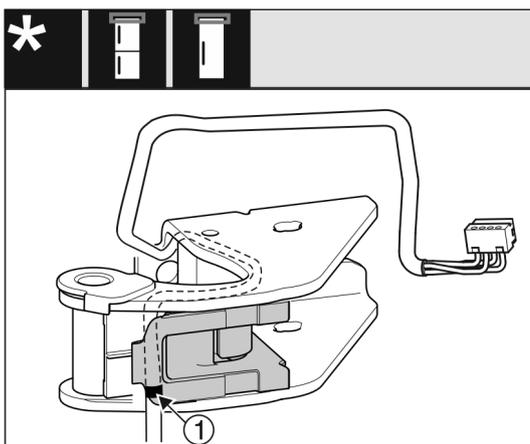

Fig. 20
- ▷ Mittlere Markierung muss dabei auf der Kante der Kabelhalterung liegen Fig. 20 (1).